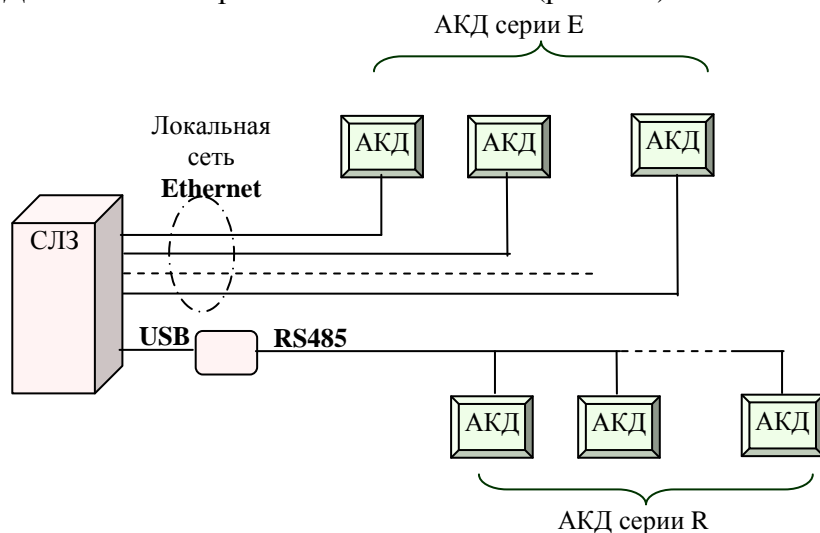

Рисунок 13.1. Схема построение СКУД на основе АКД
13.1 Построение СКУД на основе АКД. В системе, построенной на основе контроллеров, вся информация о происшедших событиях, начиная с момента её первого запуска, хранится в сервере СКУД и в энергонезависимой памяти соответствующих контроллеров. Сервер СКУД может быть организован в СЛЗ-64А (рис.13.1).